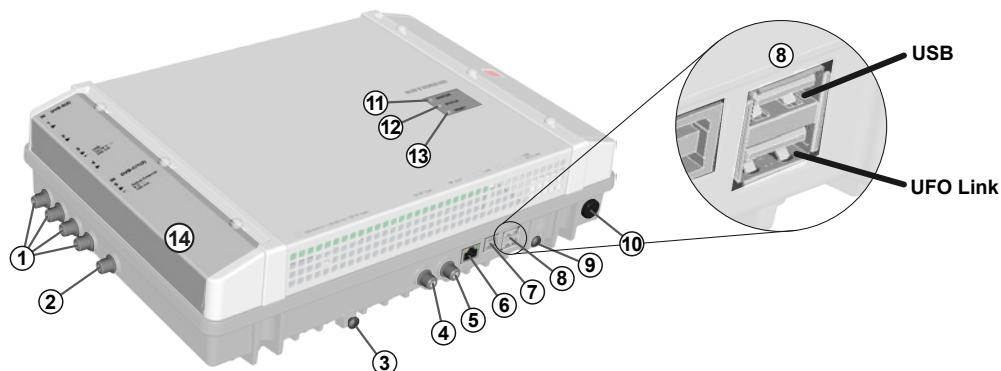

Fig. 1: Éléments constitutifs
- Ne pas ouvrir le boîtier et ne pas transformer l'appareil, ceci annulerait la garantie. Exception : couvercle des logements CI (14 sur la Fig. 1, p. 3)
1. Raccordez une ligne de compensation du potentiel (Cu,  $\geq 4 \text{ mm}^2$ ) à la vis de mise à la terre ; voir ⑨ sur la Fig. 1, p. 3.
- Les fiches doivent être branchées sur le bon port UFO Link du maître et de l'esclave (⑧ sur la Fig. 1).
4. Raccordez les câbles de signaux HF pour l'antenne, le réseau câblé et la sortie aux stations de tête ; voir ①, ② et ⑤ sur la Fig. 1, p. 3.